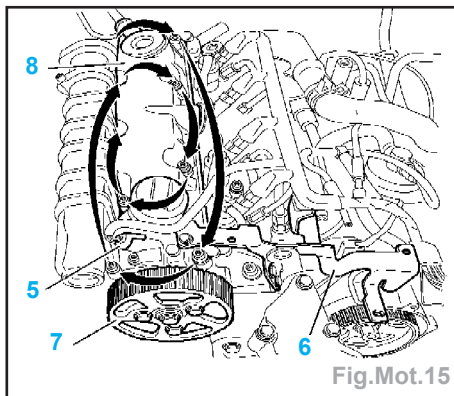

Fig.Mot.15
- Débrancher le connecteur (5) (Fig.Mot.15).